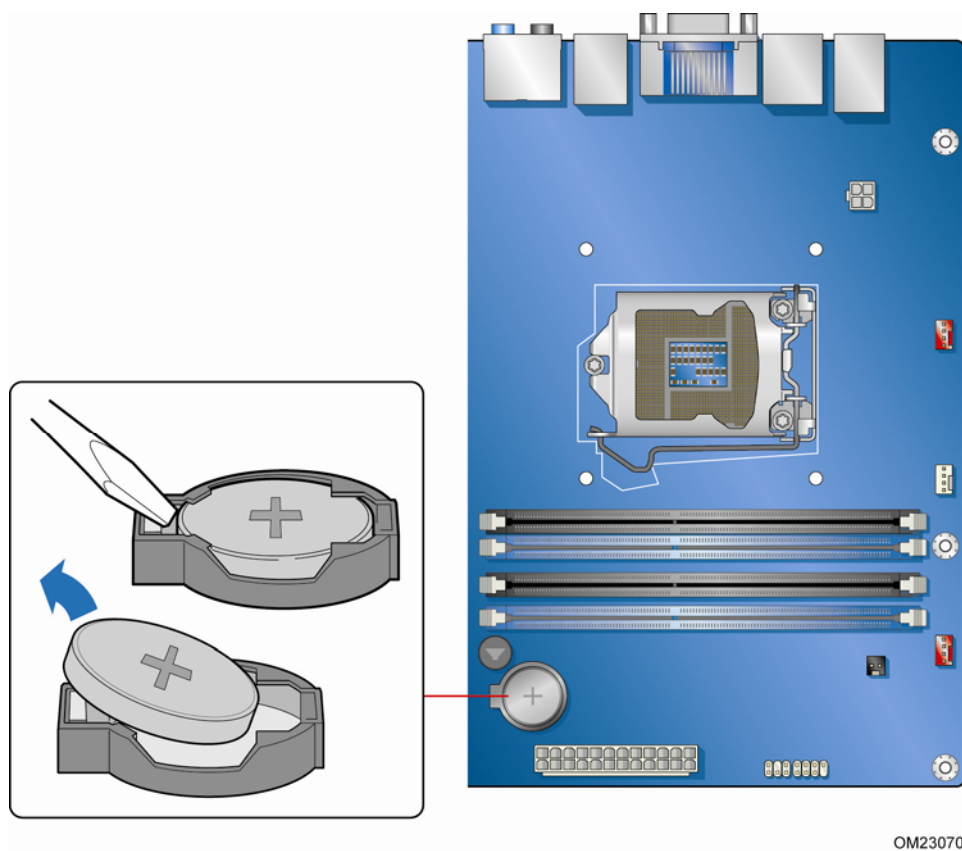

图 25. 拆卸电池
当电压低于某一特定值时，CMOS RAM 中存储的 BIOS Setup（设置）程序的设置值（如日期和时间等）可能会不准确。更换电池时，应使用同类型的新电池。第 59 页图 25 显示了该电池的位置。
4. 找到台式机主板上的电池（参见图 25）。